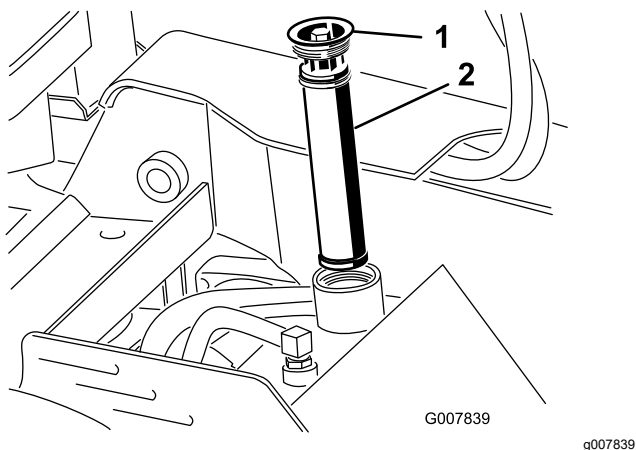

Рисунок 62
- Снимите и удалите в отходы старый фильтр (Рисунок 62).
- Установите сменный гидравлический фильтр и крышку заливной горловины (Рисунок 62), затяните верхний болт с моментом 13–15,5 Н·м.
- Снимите крышку заливной горловины гидравлического бака и фильтр (Рисунок 62).
- Установите гидравлический фильтр и крышку заливной горловины (Рисунок 62) и затяните верхний болт с моментом 13–15,5 Н·м.